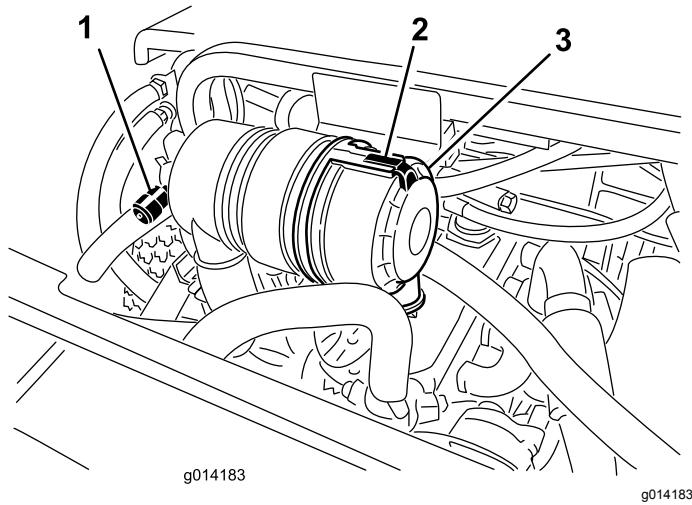

Bild 31
Warten Sie den Luftfilter nur, wenn die Wartungsanzeige dies angibt (Bild 31). Das frühzeitige Auswechseln des Luftfilters erhöht nur die Gefahr, dass Schmutz in den Motor gelangt, wenn Sie den Filter entfernen.
1. Lösen Sie den Riegel, mit dem die Abdeckung des Luftfilters am Luftfiltergehäuse befestigt ist (Bild 31).